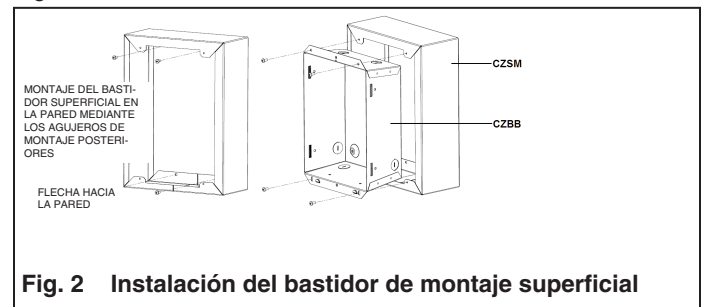

Fig. 2 Instalación del bastidor de montaje superficial
Este accesorio permite la instalación superficial de los calefactores serie CZ y proporciona un aspecto de buen acabado. Se instala entre la caja posterior y la pared, como se muestra en la Fig. 2.
1. Elja la ubicación de montaje deseada para el calefactor manteniendo los espacios libres necesarios. Coloque el conjunto del CZSM contra la pared y asegúrelo en los cuatro (4) agujeros posteriores, como se muestra en la Fig. 2.
3. Acomode la caja posterior en el bastidor superficial, asegurándose de que las dos lengüetas proporcionadas para la sujeción del conjunto de calefactor y ventilador a la caja posterior queden en el fondo. Asegure la caja posterior al bastidor superficial mediante los cuatro (4) tornillos suministrados.